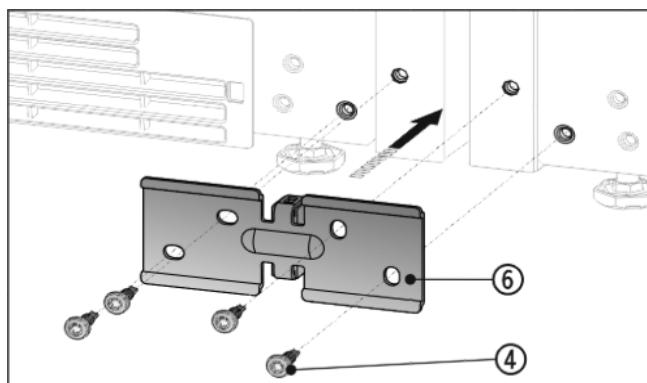

Fig. 8
- Надвинуть угол Fig. 8 (6) с помощью распорной детали между устройствами и слегка прикрутить 4 винтами Fig. 8 (4).